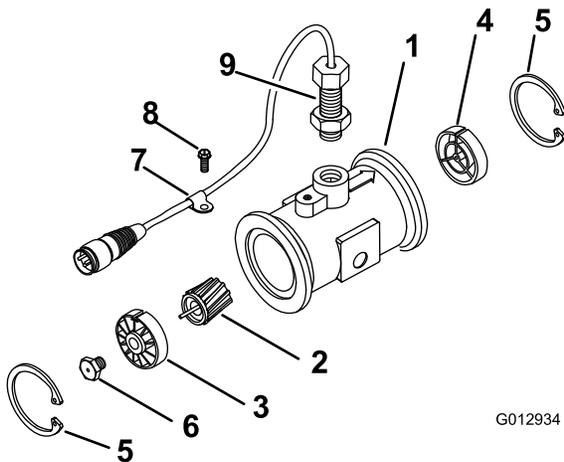

Figura 66
3. Retire el anillo de retención del lado aguas arriba (Figura 66).